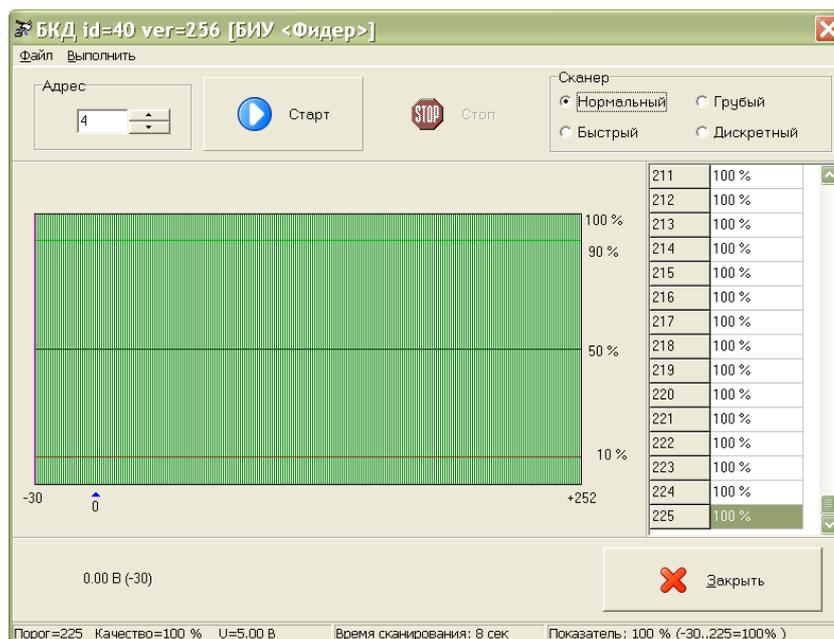

Рисунок 15 - Проверка качества связи
- 3) В окне поиска выбрать найденный БИУ-DIN и нажать кнопку «Сканер». Проверить качество связи между БКД-М и БИУ-DIN (рисунок 15): установить режим сканера «Нормальный» и нажать кнопку «Старт». Качество связи должно быть 100% на всем диапазоне порогов приема БКД-М.